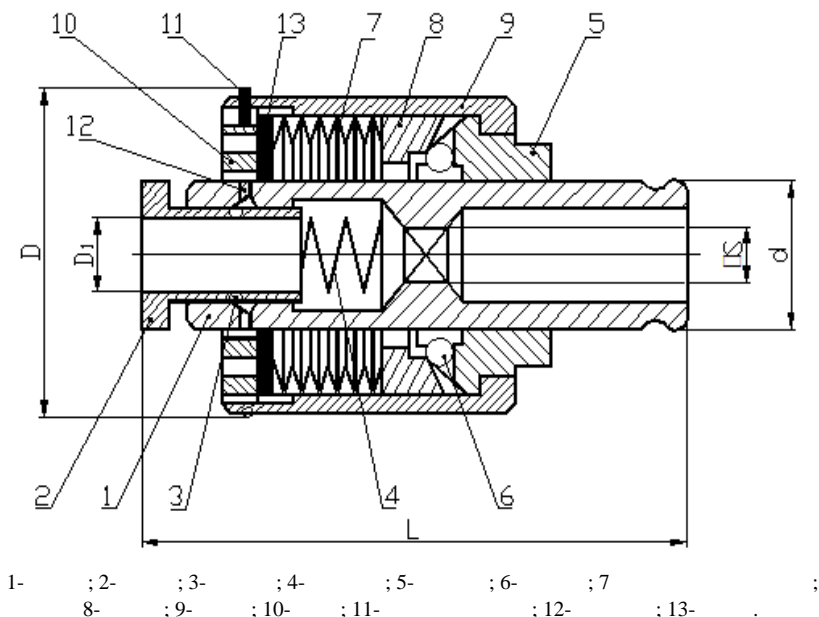

Рис. 12
Метчик устанавливается в квадратное отверстие корпуса **1** и втулку **2**. Зажим метчика производится шариками **3** при перемещении втулки **2** пружиной **4**. Крутящий момент к корпусу **1** передается поводком **5** через шарики **6**, поджатые тарельчатыми пружинами **7** и кольцом **8** в лунки корпуса (**Рис. 12**).
Регулировка крутящего момента обеспечивается изменением величины деформации тарельчатых пружин **7**, гайкой **10**. При достижении момента резания, больше отрегулированного, происходит остановка корпуса **1** из-за проворачивания поводка **5** и выжима шариков из лунок корпуса. (**Рис. 12**)
2. Установите метчик в предохранительную головку, нажав втулку **2** до упора в торец корпуса **1** (**Рис. 12**);
б) регулировку крутящего момента производить вращением гайки **10**, ключом для регулировки крутящего момента, которая после этого обязательно должна быть зафиксирована кольцом **11** (Рис. 12);
5. Вынуть метчик, можно, нажав втулку **2** (Рис. 12);